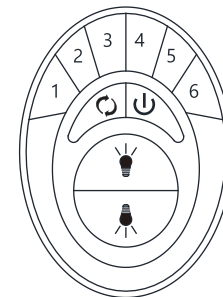

Fig.21
Étape 1. Le circuit de dérivation du ventilateur de plafond doit être rétabli au niveau du disjoncteur ou de la boîte à fusibles. Dans les 60 secondes qui suivent le rétablissement de l'alimentation, appuyez sur le bouton « ⏻ » du transmetteur (Fig.21) et maintenez-le enfoncé pendant 5 secondes. Le rétro-éclairage de la télécommande clignote deux fois et le ventilateur tourne pendant plusieurs secondes. Cela confirme que le processus d'appariement est terminé. Le transmetteur est maintenant apparié à votre ventilateur et prêt à être utilisé.